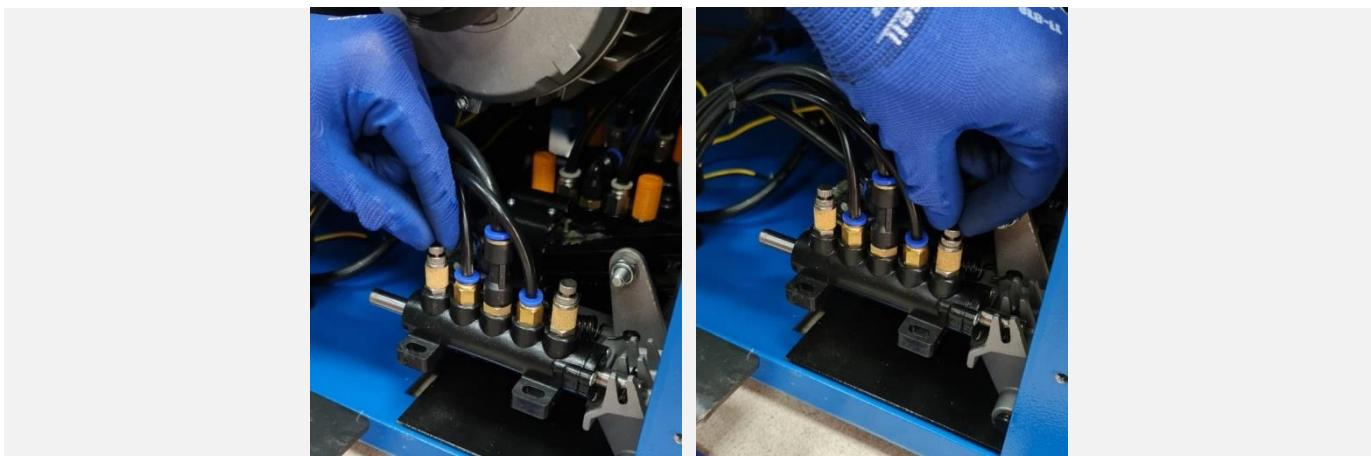

Рисунок 74
11.7.2 Поворачивая пневмодроссель с глушителем, расположенный на пневматическом распределителе, управляющим движением монтажной колонны (см. Рисунок 74), установить требуемую скорость (плавность) откыдывания и возврата в рабочее положение монтажной колонны.